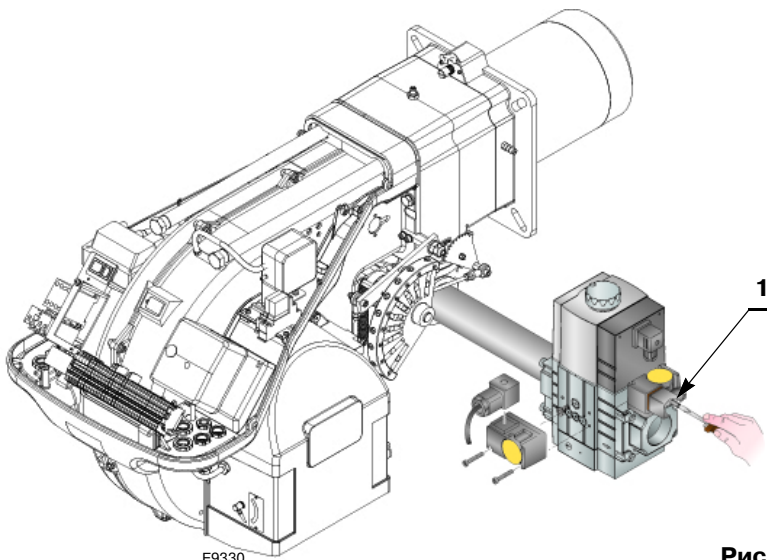

Рис. 25
- Проверьте давление подачи газа, присоединив манометр к штуцеру давления 1) (рис. 25) на прессостате минимального давления газа: оно должно быть ниже, чем максимально допустимое давление на входе газовой рампы, указанное на шильдике с характеристиками.
- Выпустите воздух из трубопровода газовой рампы, присоединив пластиковую трубку к штуцеру давления 1) (рис. 25) на прессостате минимального давления газа. Рекомендуется выводить воздух через пластиковую трубочку за пределы здания до тех пор, пока вы не почувствуете запах газа.